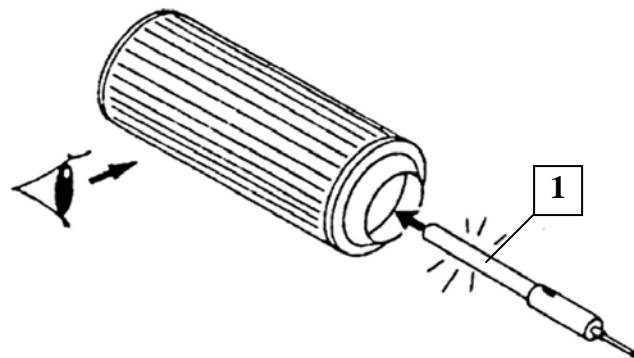

Рис. 7 Визуальный осмотр основного фильтрующего элемента
Каждую складку бумажного гофра с помощью подходящей лампы (1) нужно исследовать на наличие разрывов и отверстий (см. Рис. 7). Чтобы можно было заметить самые маленькие повреждения, осмотр следует проводить не под прямыми солнечными лучами, а в затемненном помещении.